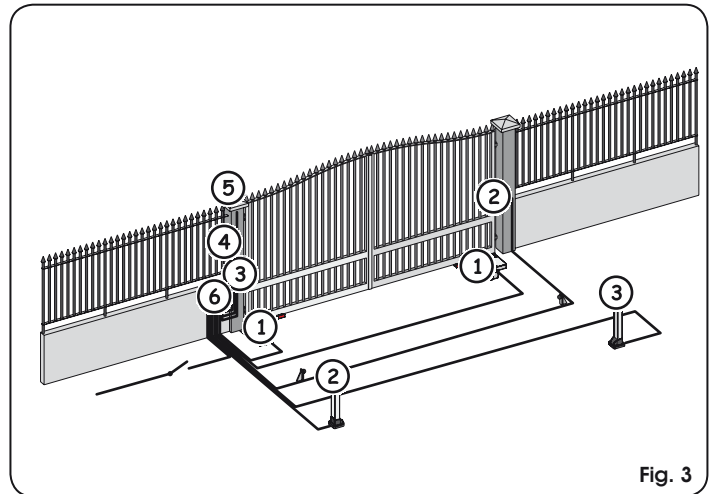

Fig. 3
3. ELEKTRISCHE ANSCHLÜSSE (Standardanlage Abb. 3)	Seite.18